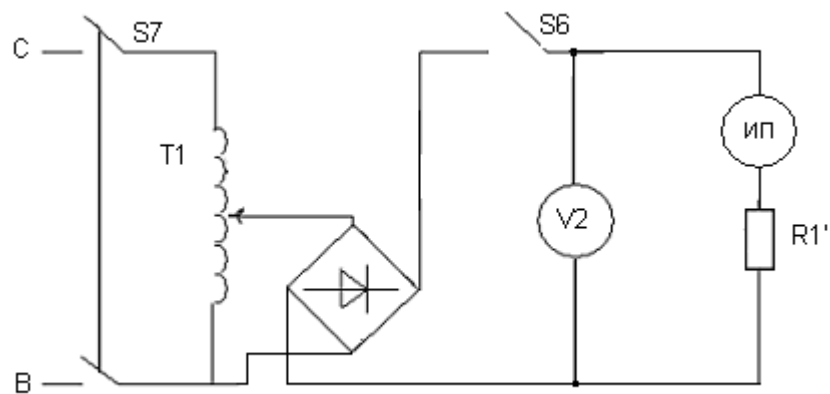

Рисунок 2.2.1 – Схема проверки вольтметра:  $V2$  - поверяемый вольтметр; ИП - контрольный вольтметр.
2.2.1 Соберите схему (рис. 2.2.1)